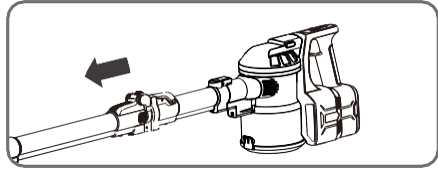

Figura 2
- Para quitar el tubo de aluminio, sostenga el cuerpo principal con una mano y sáquelo con la otra mano presionando el botón. (Figura 2)